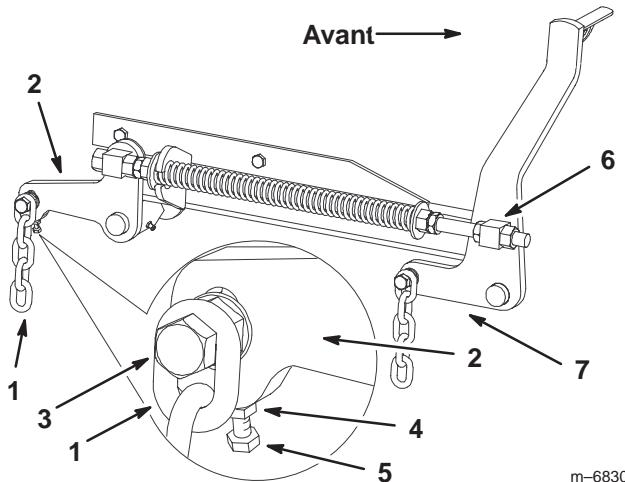

Figure 69
- Si la distance mesurée au point **B** ou **C** n'est pas correcte, desserrez le boulon qui fixe la chaîne arrière au bras de support arrière (Fig. 69).